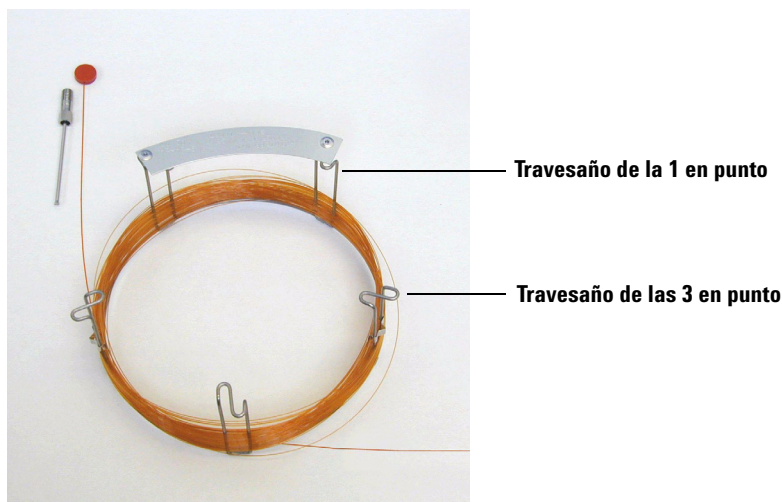

Figura 3 Columna con dos bucles desenrollados
- 2 Quite el tapón del septum del lado de SALIDA y desenrolle dos bucles de columna. Véase Figura 3.